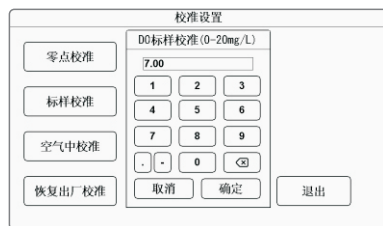

图2-35
- ◆ 标样校准：传感器放置在标样溶液中，进入图2-35所示界面后，直接输入所需数字修改标样值，按【确定】键执行标样校准；